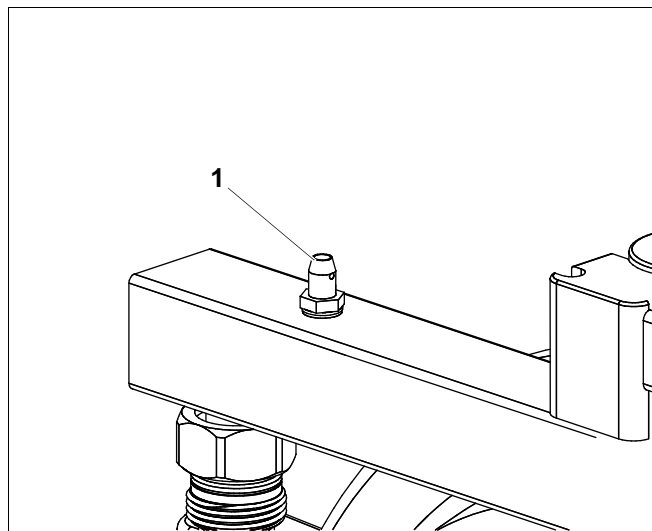

Рис. 15 Измерение давления истечения газа
- Отверните отверткой винт в измерительном ниппеле (рис. 15, поз. 1) на 0,5–1 оборот.